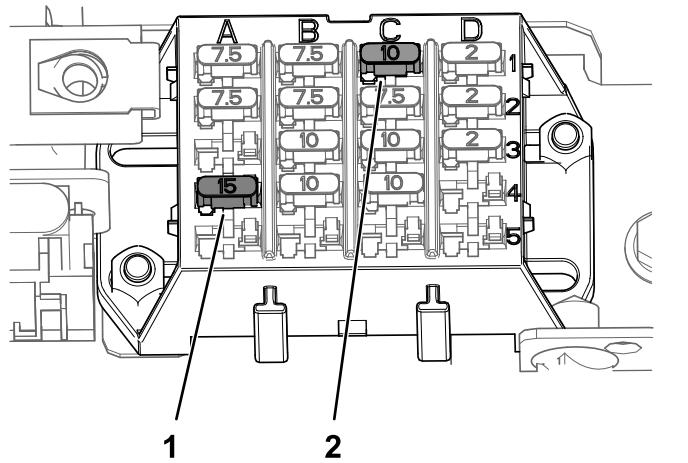

Figure 52
2. Remplacez le fusible grillé du circuit des feux de route à l'emplacement de la colonne A, rangée 4 ou la colonne C, rangée 1 (Figure 52).